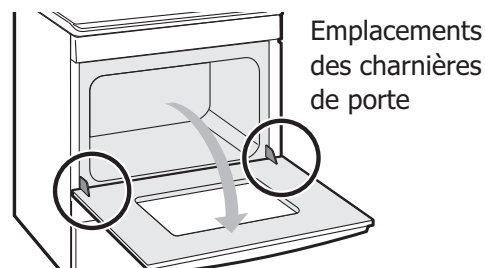

Figure 26 : Emplacement des charnières de porte
1. Ouvrir complètement la porte du four, parallèle au plancher (voir Figure 26).
3. Ouvrir complètement la porte du four, parallèle au plancher (voir Figure 26).